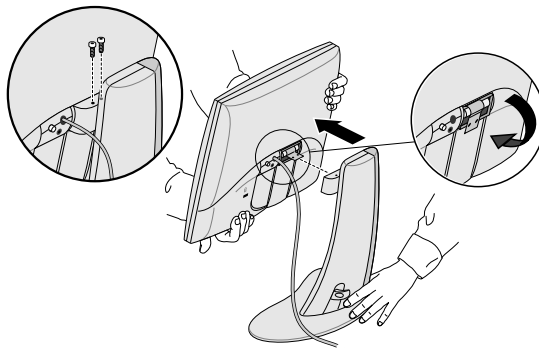

Figura 1-4 Retiro del monitor de su base
4. Sujete el monitor como se ilustra en la Figura 1-4 y utilice la llave hexagonal de 3 mm para aflojar y retirar los dos tornillos hexagonales que fijan el monitor en su base. Guarde los tornillos en caso de que necesite volver a colocar el monitor sobre su base.
6. Opcionalmente, doble hacia abajo el pasador de metal que se encuentra en la parte posterior del panel plano, como se muestra en la Figura 1-4. Es posible que requiera utilizar alicates.